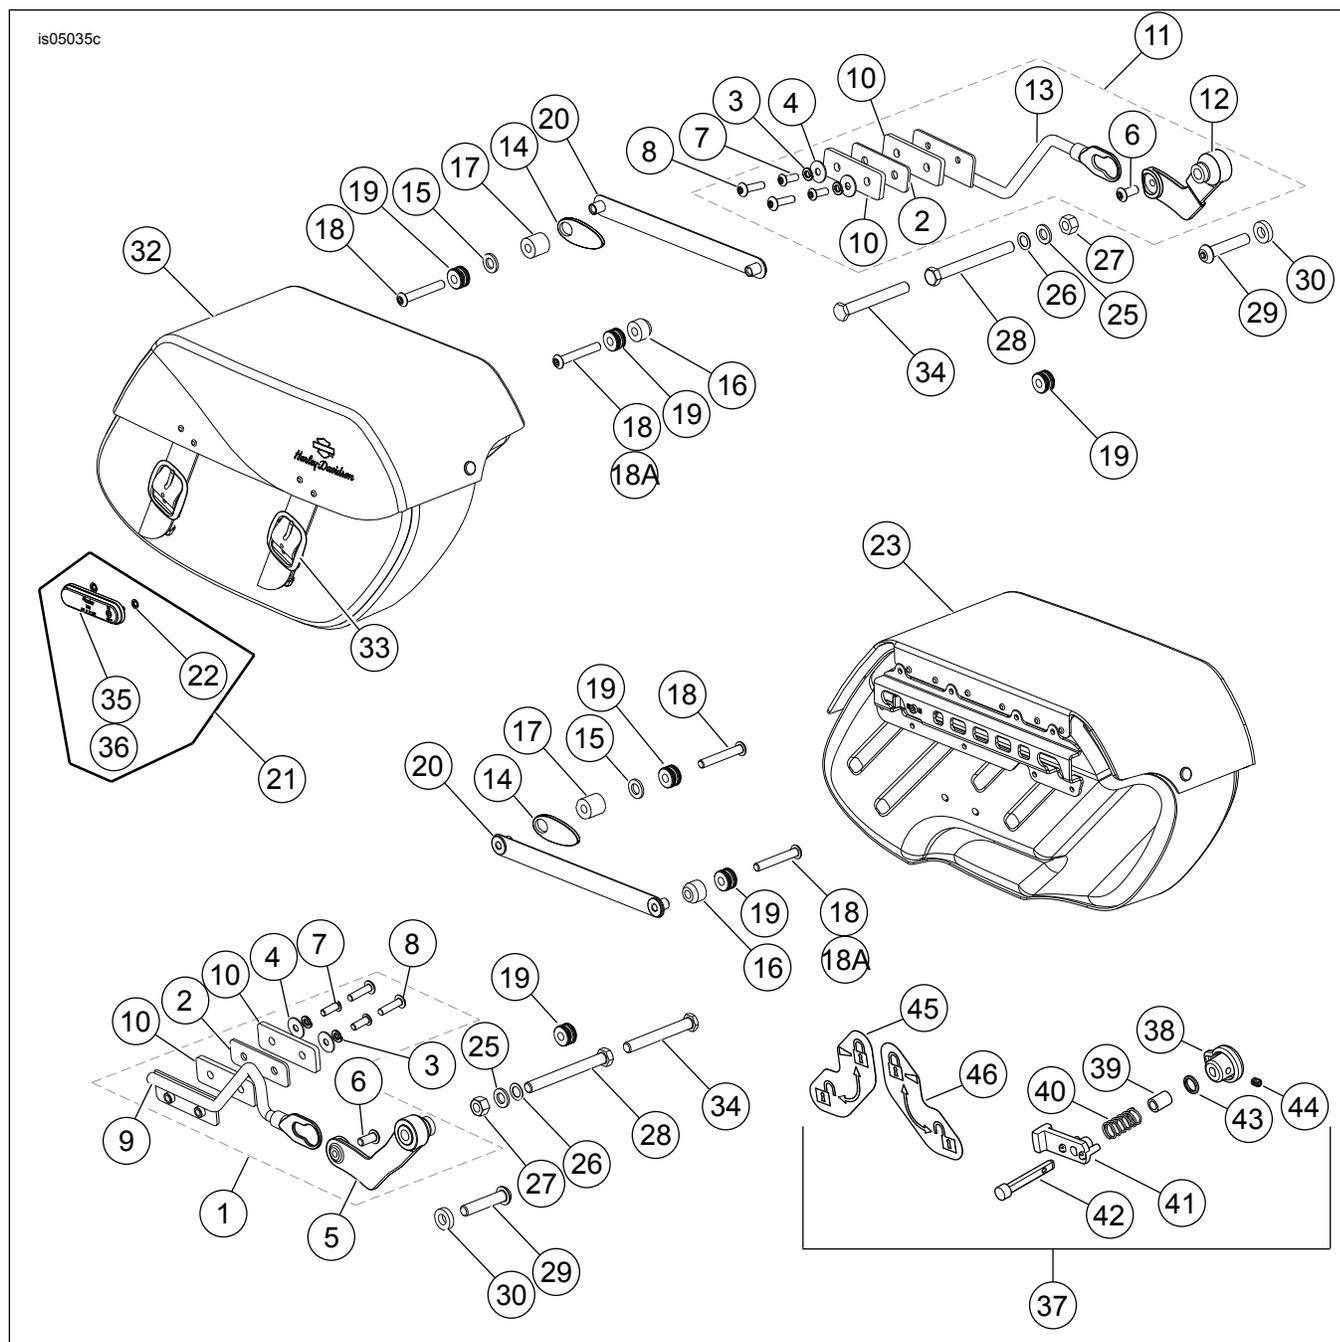

Figura 6. Parti di ricambio: Borsa portapacchi rimovibile per i modelli Dyna
Vedere Figura 6 e Tabella 1.
3. Vedere Figura 6. Rimuovere l'ammortizzatore seguendo le istruzioni nel kit staffa inferiore di sinistra (1) o nel kit staffa inferiore di destra (11).
1. Vedere Figura 6. Installare il braccio di sostegno inferiore di destra (13) e il braccio di sostegno inferiore di sinistra (9) seguendo le indicazioni riportate nei fogli di istruzioni inclusi in questi kit.
4. Vedere Figura 6. Inclinare in avanti la borsa portapacchi e portare il diametro grande dell'estremità con l'asola di ancoraggio del braccio di sostegno inferiore (13) sul punto di ancoraggio inferiore (19). Far oscillare in basso il corpo della borsa in modo che i punti di ancoraggio esterni sul coperchio del supporto scorrano nelle scanalature sulla parte posteriore della borsa.
1. Vedere Figura 6. Posizionare il catarifrangente (21) al centro della borsa portapacchi tra le cinghie.
7. Installare l'attacco del catarifrangente sulla borsa portapacchi, utilizzando due dadi di serraggio (22). I dadi di serraggio sono installati dall'interno della borsa portapacchi.